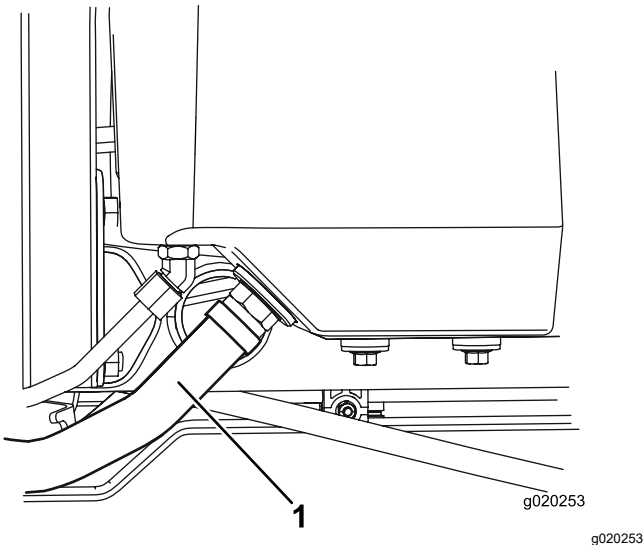

Figura 81
2. Scollegate il flessibile idraulico grande (Figura 81) dal serbatoio e lasciate fuoriuscire il fluido idraulico nella bacinella.